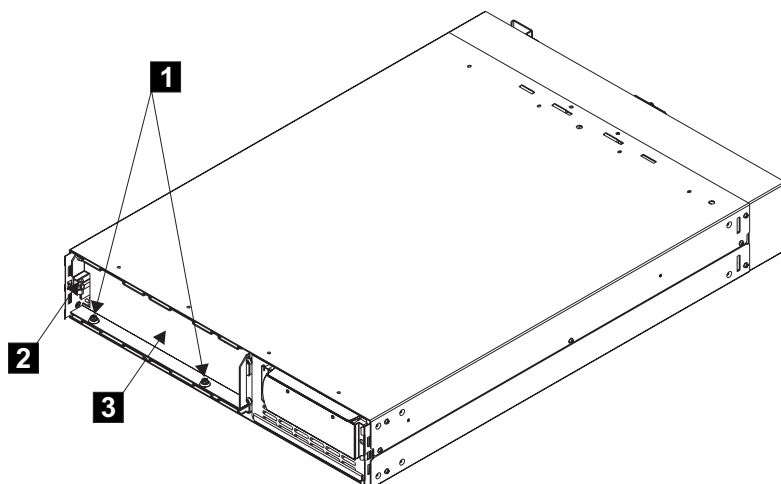

図 165. バッテリー保持ブラケットの取り外し
- c. ブラケットの左端にある 2 個のボルト **1** と追加ナット **2** を取り外します。437 ページの図 165 を参照してください。